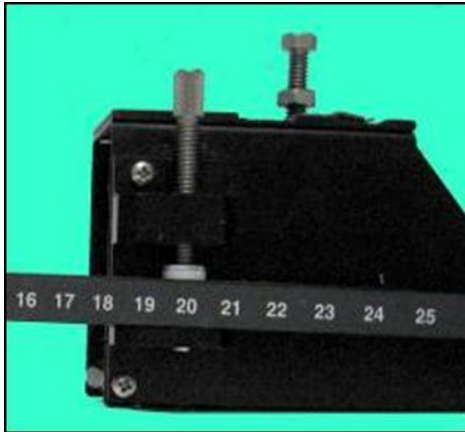

图 19 定位另一个探头盒
- 3) 如下图 19，把另一个探头盒上的固定螺钉紧固在定距棒的相应数字位置的孔中，这个数字是在变送器中自动给出的“Index”值。